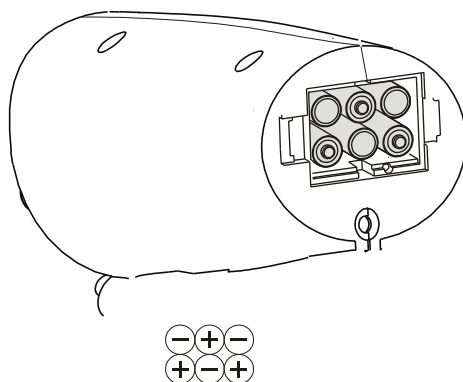

Fig. 6
2. Læg seks stk. AA batterier i batterirummet i overensstemmelse med de angivelser for polaritet, der findes i batterirummet (Fig. 6).